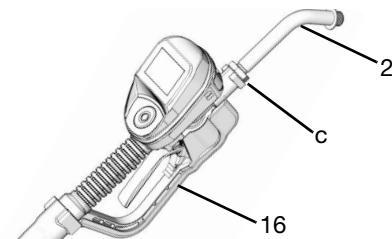

FIG. 10
1. Justera muttern (c) på förlängningen (2) så att maximalt antal av förlängningens gängor kan användas (FIG. 10).
2. Gänga in förlängningen (2) i huset till botten nås (FIG. 10).
3. Rikta in förlängningen (2) i förhållande till doseringsventilens hus och handtag (16) (FIG. 10).
4. Dra åt muttern ordentligt (c) (FIG. 10).